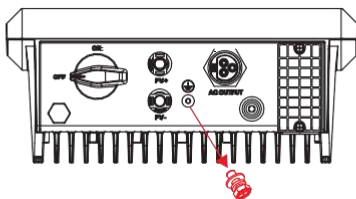

Figura 5.3 Retirada de los tornillos de tierra
Paso 3 Retire los tornillos de puesta a tierra de los puntos terrestres, tal como se ilustra en la figura 5.3.